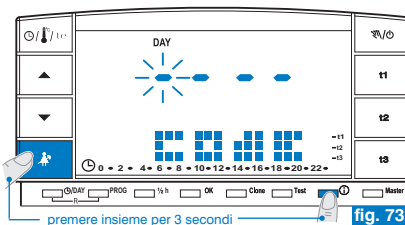

fig. 73
- Dal normale funzionamento del cronotermostato, per inserire una password mantenere premuti (circa 3 sec.) i tasti  e . Sul display apparirà la scritta **CODE** e il primo trattino a sinistra lampeggerà (fig. 73).
- Se la password è abilitata e si cerca di attivare una delle funzioni protette, sul display apparirà la scritta **CoDe** e il primo trattino a sinistra lampeggerà (fig. 73).
- Dal normale funzionamento del cronotermostato mantenere premuti (circa 3 sec.) i tasti ▲ e ①. Sul display apparirà la scritta **CoDe II** e il primo trattino a sinistra lampeggerà (fig. 73).